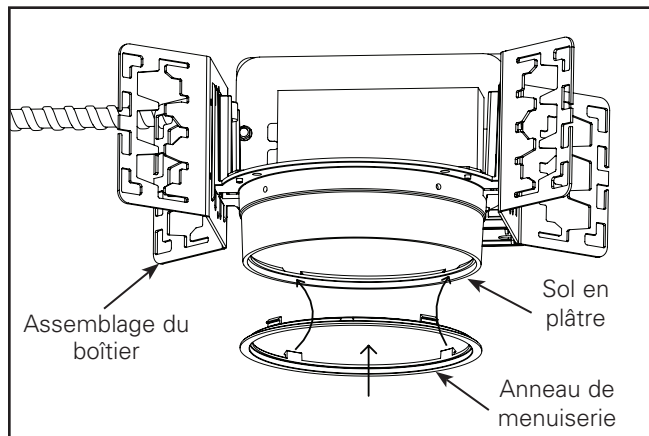

Figure 2
Étape 2 : Fixez l'anneau de menuiserie au boîtier en alignant les boutons-pression de l'anneau sur les encoches du sol en plâtre et poussez fermement l'anneau de menuiserie vers le haut. Voir les Figures 2 et 3.